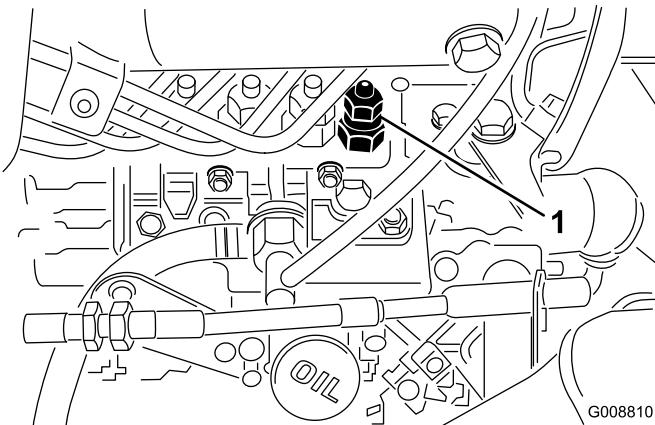

Figure 56
1. Desserrez le raccord entre l'injecteur n° 1 et le porte-injecteurs sur la pompe d'injection (Figure 56).